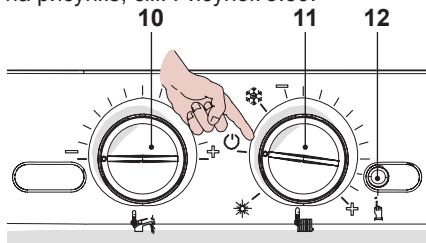

Рисунок 5.59
- Чтобы выйти из режима программирования, установите переключатель функций / регулятор температуры 11, как показано на рисунке, см. Рисунок 5.59.